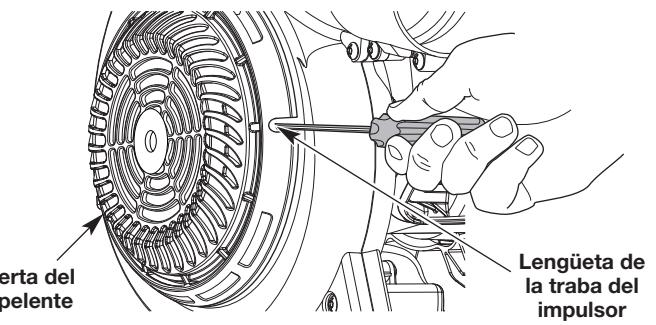

Fig. 2
1. Inserte un destornillador de cabeza plana en el orificio de la puerta del impulsor y empuje la lengüeta de la traba hacia adentro (Fig. 2). Abra la puerta del impulsor.